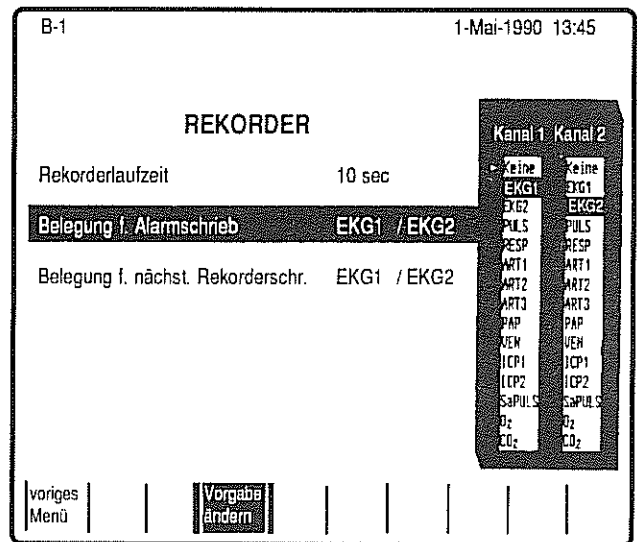

Bild 31
- * Zum Verändern der Belegung für den Alarmschrieb drücken Sie Taste **F4**, bewegen mit den Pfeiltasten den Leuchtbalken auf die entsprechende Position und drücken Taste **E** (Bild 31). Es erscheint eine Liste mit allen zur Verfügung stehenden Signalen getrennt für Kanal 1 und Kanal 2.